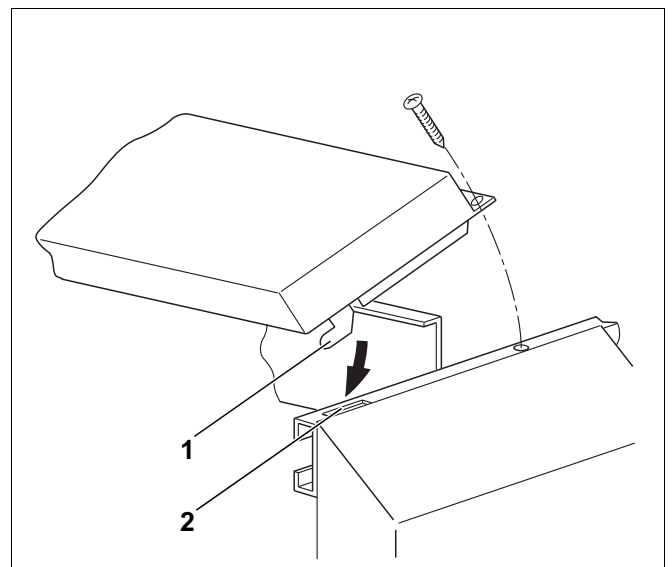
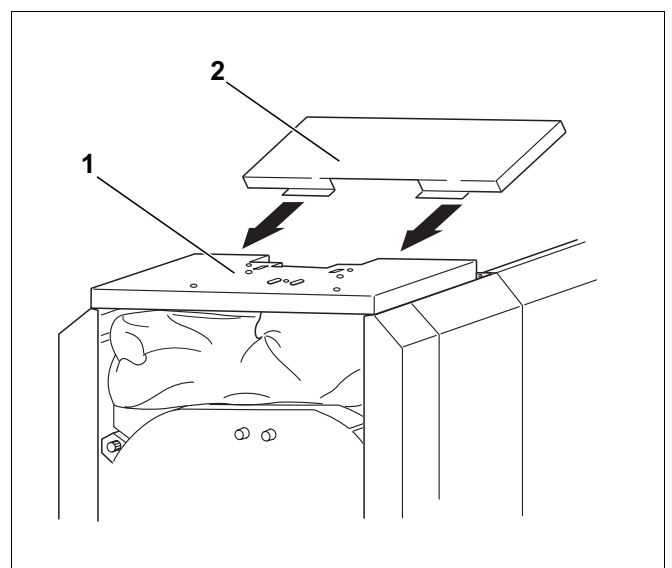

Fig. 43
Fig. 44
- Heng hakene på den fremre topplaten med betegnelsen „A“ (fig. 43, **pos. 1**) inn i slissene i de langsgående traversene (fig. 43, **pos. 2**) og skyv topplaten fremover.
- Skru topplaten „A“ fast til de langsgående traversene på metallskrubaksiden ved hjelp av en metallskrue pr. travers (se fig. 43 og fig. 44).
- Skyv kanten på den 400 mm brede topplaten med betegnelsen „D“ (fig. 44, **pos. 2**) under den fremre topplaten (fig. 44, **pos. 1**).